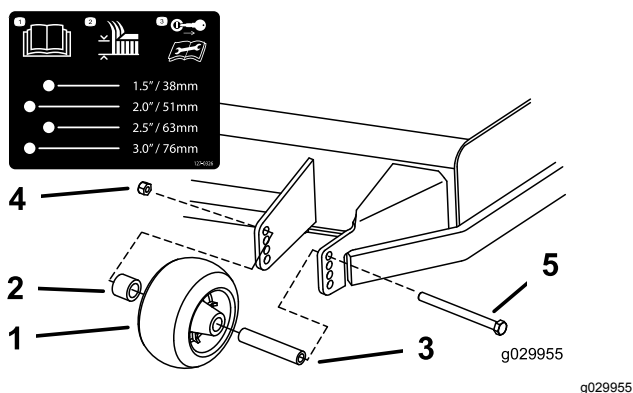
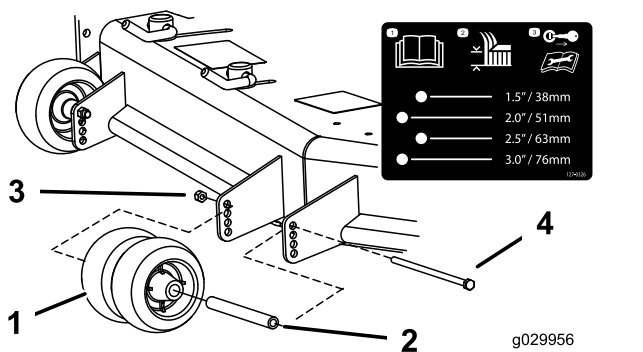
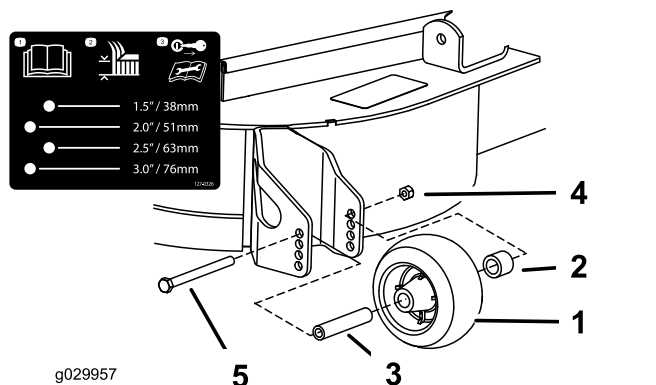

Figure 30
Figure 31
Figure 32
- Réglez les galets anti-scalp comme montré à la Figure 30, la Figure 31 et la Figure 32.